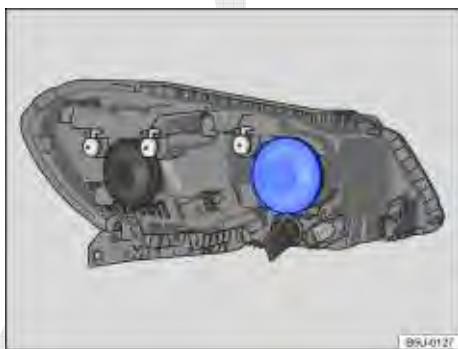

Fig. 178 No compartimento do motor: localização da lâmpada incandescente do farol alto / luz de posição.
3. Remover a cobertura de borracha na parte traseira do farol ⇒ Fig. 178.